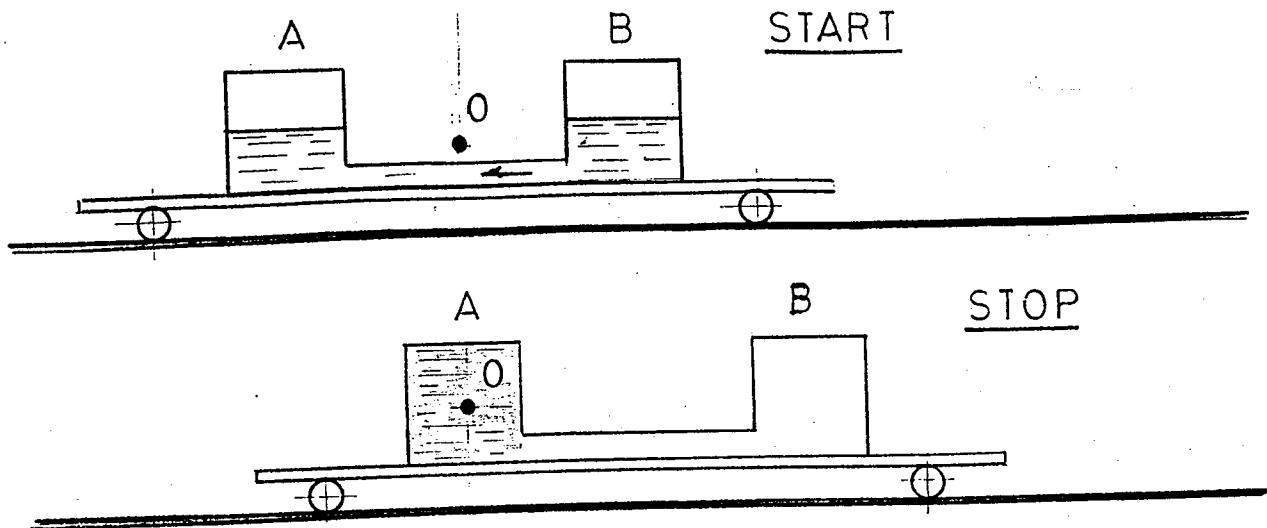

Fig. 1
1. На Fig. 1 представлена замкнутая система состоящая из двух сообщающихся баков А и В установленных на тележке С. Труба связывающая их имеет длину L и внутреннее сечение s . Каждый бак заполнен жидкостью наполовину, следовательно центр массы всей системы будет находиться в средней точке О. Теперь сообщим переток жидкости из бака В в бак А посредством на пример, создав избыточное давление в баке В. Тогда вся система, под действием внутреннего импульса равного $P = m u$, где: m - масса жидкости внутри трубы, а u - скорость жидкости в трубе, начнёт двигаться вправо, при этом центр системы будет оставаться на месте (перемещение его вверх проигнорируем), и остановится когда бак А заполнится а бак В опустится, тогда центр массы системы окажется в центре бака А (весом тележки и весом самих баков пренебрегаем) смотри Fig. 1, STOP.